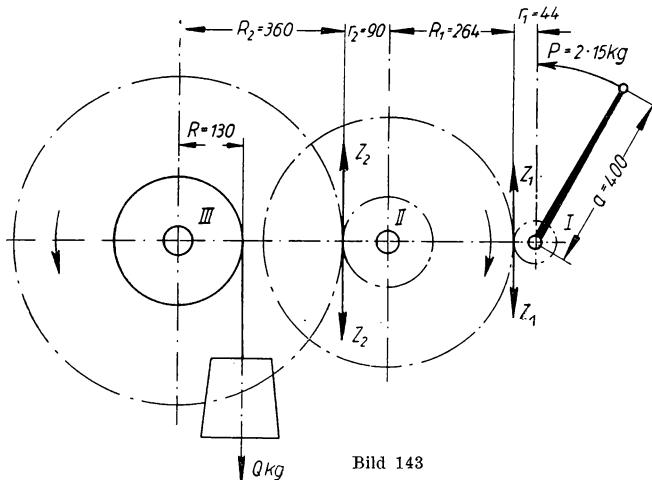

Bild 143
- 277.** Eine Winde mit zwei Zahnräder vorgelegten (Bild 143) hat die gegebenen Maße. Der Antrieb erfolgt durch zwei Arbeiter, welche an der 400 mm langen Kurbel mit je 15 kg Umfangskraft drehen. **a)** Welche Zahndrücke Z_1 und Z_2 treten an den beiden Räderpaaren auf, wenn keine Reibung wirksam ist? **b)** Welche Last kann dann gehoben werden? **c)** Welche Beziehung besteht zwischen Antriebmoment und Lastmoment? **d)** Welche Last kann tatsächlich gehoben werden bei einem Gesamtwirkungsgrade $\eta = 78\%$? **e)** Wie groß ist die Räderübersetzung? **f)** Die Hubhöhe der Last während 10 Kurbelumdrehungen ist mit Hilfe der Räderübersetzung zu berechnen. **g)** Dasselbe mit Hilfe der Arbeitsgleichung.